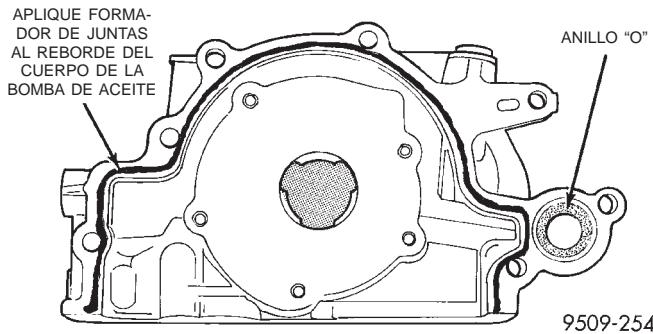

Fig. 87 Sellado de la bomba de aceite
(1) Asegúrese de que todas las superficies estén limpias y no tengan aceite ni tierra.
(2) Aplique formador de juntas Mopar® en la bomba de aceite, tal como se muestra en la (Fig. 87). Instale el anillo de aceite en el conducto de descarga del cuerpo de la bomba de aceite.